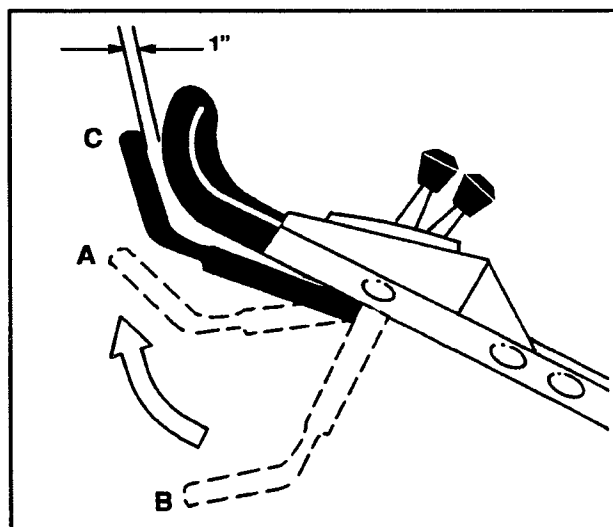

Figure 14
3. Soulevez la barre de commande jusqu'à la position "lame enclenchée" normale (environ 2,5 cm sous la traverse du mancheron) (fig. 14, position C). Le bruit de ventilateur et le gonflement du sac vous indique que la lame de la tondeuse est en rotation.
4. Relâchez la barre de commande (fig. 14, position A). Un "bang" devrait se faire entendre, le sac devrait se dégonfler et la lame devrait s'immobiliser en 3 secondes. Sous ce mode de fonctionnement, si la lame ne s'immobilise pas en 3 secondes lorsque la barre de commande est relâchée, cessez d'utiliser la tondeuse jusqu'à ce qu'un concessionnaire TORO agréé l'inspecte.